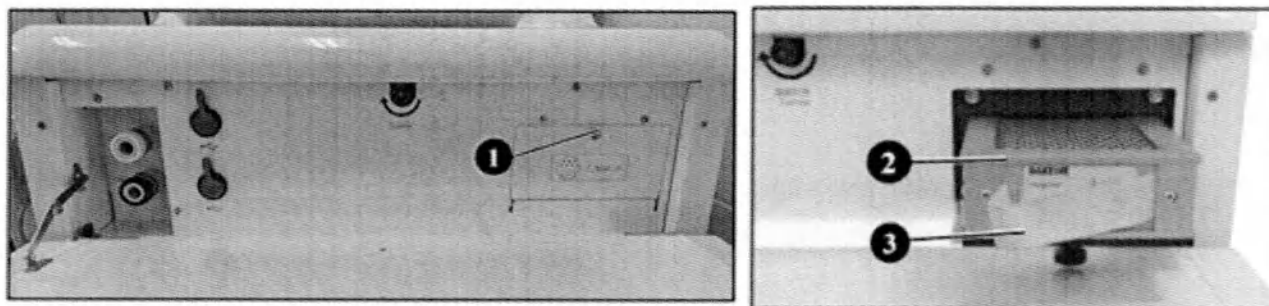

Рисунок 9. Угольный фильтр
- Вращайте ручку против часовой стрелки, чтобы открыть дверцу отсека для угольного фильтра (рис. 9–2).
- Зацепите ремешок (рис. 9–3) на передней части фильтра пальцами и вытяните угольный фильтр на себя;